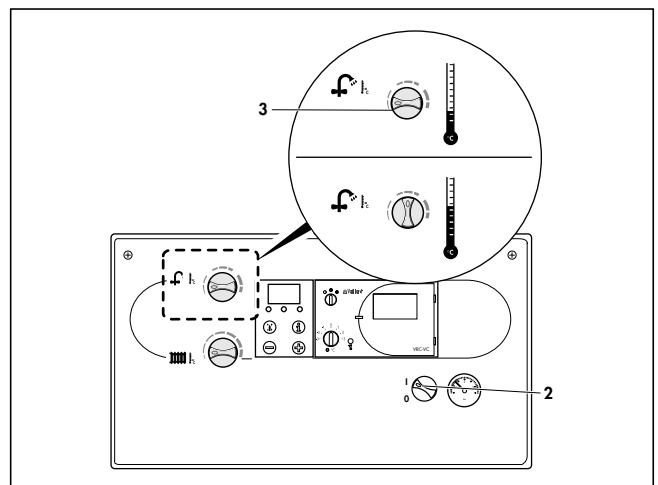

Fig. B.5
Pour un degré de dureté de l'eau supérieur à 10°dh (1,79 mol/m³), placer le bouton tournant (3) au maximum sur la position centrale (Fig. B.5).